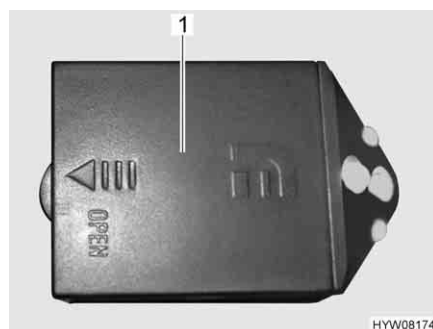

Fig. 105 Luci armadi guardaroba
- Spingere in direzione della freccia e rimuovere il coperchio (Fig. 105,1) delle luci armadi guardaroba.